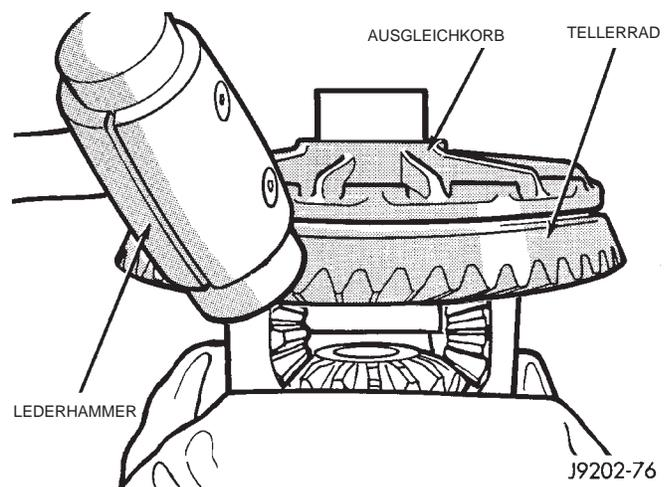

Abb. 25 Tellerrad ausbauen
(1) Ausgleichkorb aus dem Achsgehäuse ausbauen.
(2) Ausgleichkorb in einen mit Schutzkappen versehenen Schraubstock spannen (Abb. 25).
(3) Die Schrauben lösen, mit denen das Tellerrad am Ausgleichkorb befestigt ist.
(4) Mit einem Gummi- oder Lederhammer das Tellerrad vom Ausgleichkorb heruntertreiben (Abb. 25).